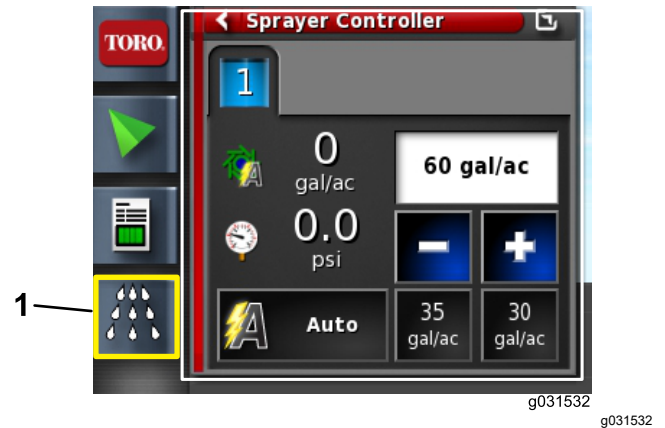

Bild 128
2. Öffnen Sie das Symbol für das Sprühsteuergerät (Bild 128).